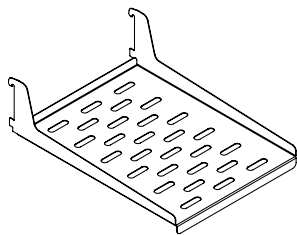

Figura 19
- (1) Estante de chapa metálica perforada (vea la Figura 19).